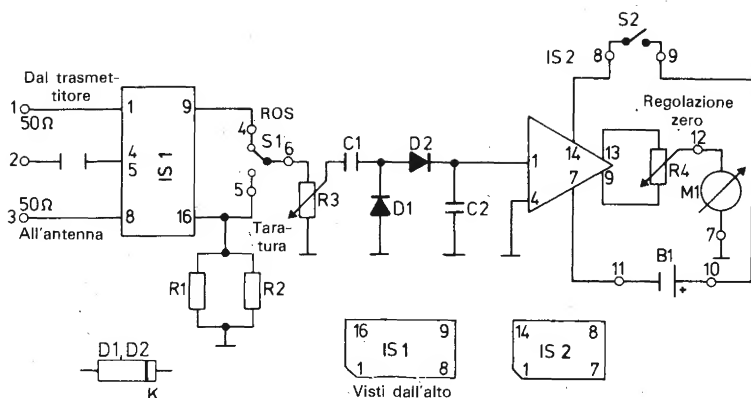

Fig. 4.2. Schema del rosmetro.
Con un rosmetro è possibile misurare il rapporto tra il valore massimo e il valore minimo di un'onda stazionaria. La Fig. 4.2 mostra il circuito. La parte principale è l'integrato IS1. Questo integrato è un cosiddetto accoppiatore direzionale, un sistema di conduttori accoppiati.
**Elenco dei componenti di Fig. 4.2:**